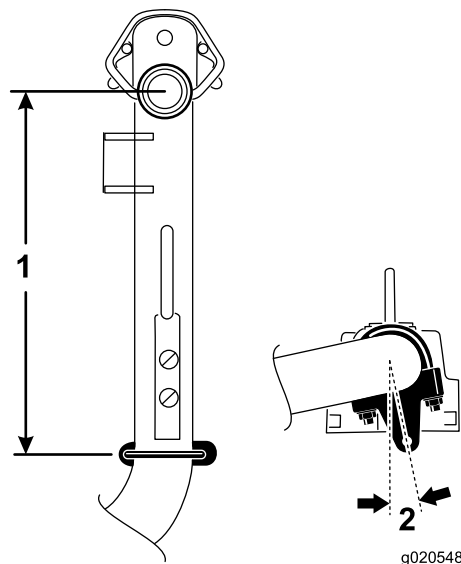

Bild 7
5. Positionieren Sie die Halterungen und U-Bügel an den Hubarmen Nr. 6 und Nr. 7 36,8 cm hinter der Mittellinie des Kreuzgelenks (Bild 7).